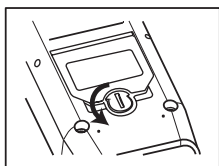

図 1
- ①電池フタのロックを図1のようにコイン等で矢印方向へ回すと電池フタが開きます。
- ③図1の矢印と逆方向にロックを回し、電池フタを閉めます。